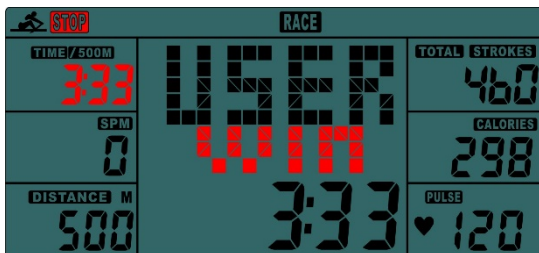

Fig.7
- B. Pulse la tecla START para comenzar, y el STOP desaparecerá. El USUARIO y el PC aparecerán en la matriz (Fig.6). El monitor se DETENDRÁ cuando uno haya alcanzado la distancia de recorrido que haya sido establecida anteriormente; luego, la matriz muestra "PC WIN o USER WIN" (PC GANA o USUARIO GANA) (Fig.7) y mostrará el estado de energía tras 6 segundos.